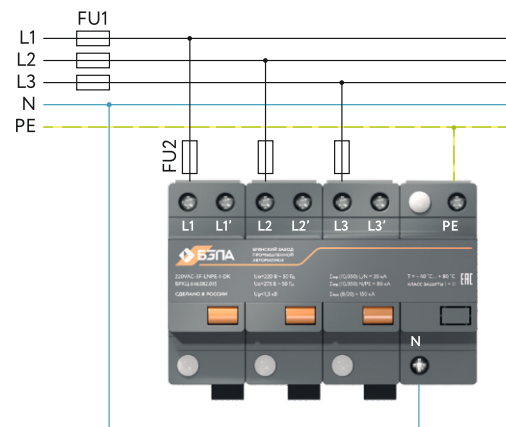

Рисунок 5. Подключение УЗИП по параллельной схеме
1.5.5 Подключение УЗИП по параллельной схеме показано на рис. 5. Защитные предохранители FU1 устанавливаются на вводе в электроустановку. Номиналы дополнительных защитных предохранителей FU2 = 315 А gG, устанавливаются при FU1 > 315 А gG. 1.5.5 Сечение подсоединяемых проводов от 16 мм2 до 35 мм2 для жестких однопроволочных жил, от 16 мм2 до 25 мм2 для гибких многопроволочных жил. Длина защищаемой части проводника 21 мм.